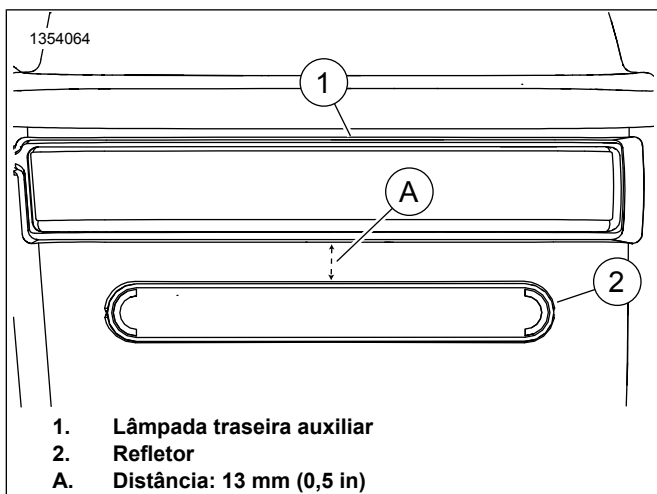

Figura 9. Colocação do refletor
- b. Veja Figura 9 . Coloque o refletor (2) na parte traseira do alforje centralizado e Distância: 13 mm (0,5 in) abaixo da lâmpada traseira auxiliar (1).